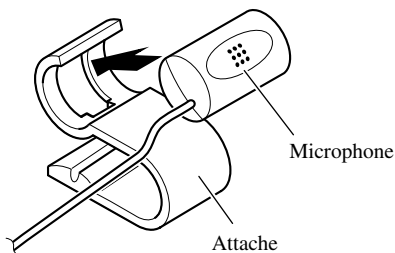

Fig. 16
1. Fixez le microphone sur l'attache fournie. (Fig. 16)